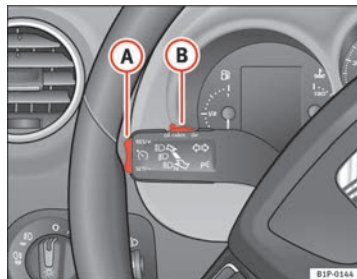

Fig. 133 Levier des clignotants et des feux de route : commande et touche basculante pour régulateur de vitesse
- Appuyez sur la partie supérieure **RES+** de la commande à bascule ⇒ fig. 133 **A** pour augmenter la vitesse. Tant que vous maintenez enfoncée la commande à bascule, le véhicule accélère. Lorsque vous lâchez la commande à bascule, la nouvelle vitesse est mémorisée.
Si vous diminuez la vitesse mémorisée en appuyant sur la pédale de frein, le régulateur se désactive. Vous pouvez réactiver le régulateur en appuyant une seule fois sur la partie supérieure **RES/+** de la commande à bascule ⇒ page 190, fig. 133 **A**.